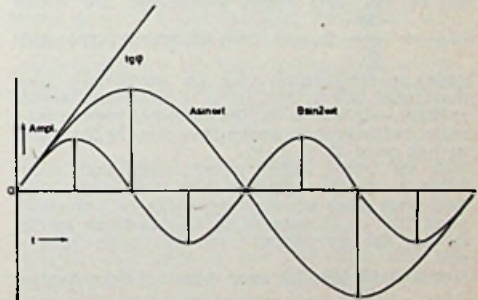

Fig. 4 - Constante snelheid
onze grammofoonplaat en bestuderen hiertoe fig. 4, waarin wij twee sinusvormige krommen zien getekend, welke sinusvormig gemoduleerde groeven voorstellen.
We zien uit fig. 4 nog een belangrijk feit. De rechte lijn aangeduid met $tg \varphi$ stelt de maximale helling van de raaklijn aan de krommen voor. De mathematische vorm voor de hoek die deze raaklijn met de t-as maakt, vinden we eveneens uit de eerste afgeleide van de functie van de kromme. Deze hebben we in vgl. (11) reeds vastgelegd. De vorm